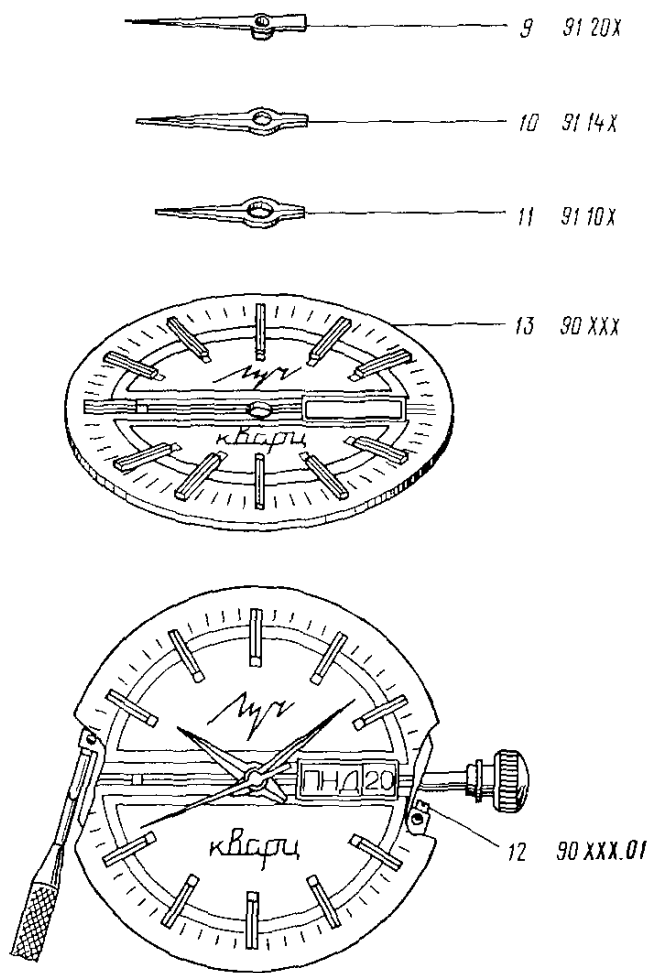

Рис. 118
13. Снять стрелку секундную 9 (рис. 118)